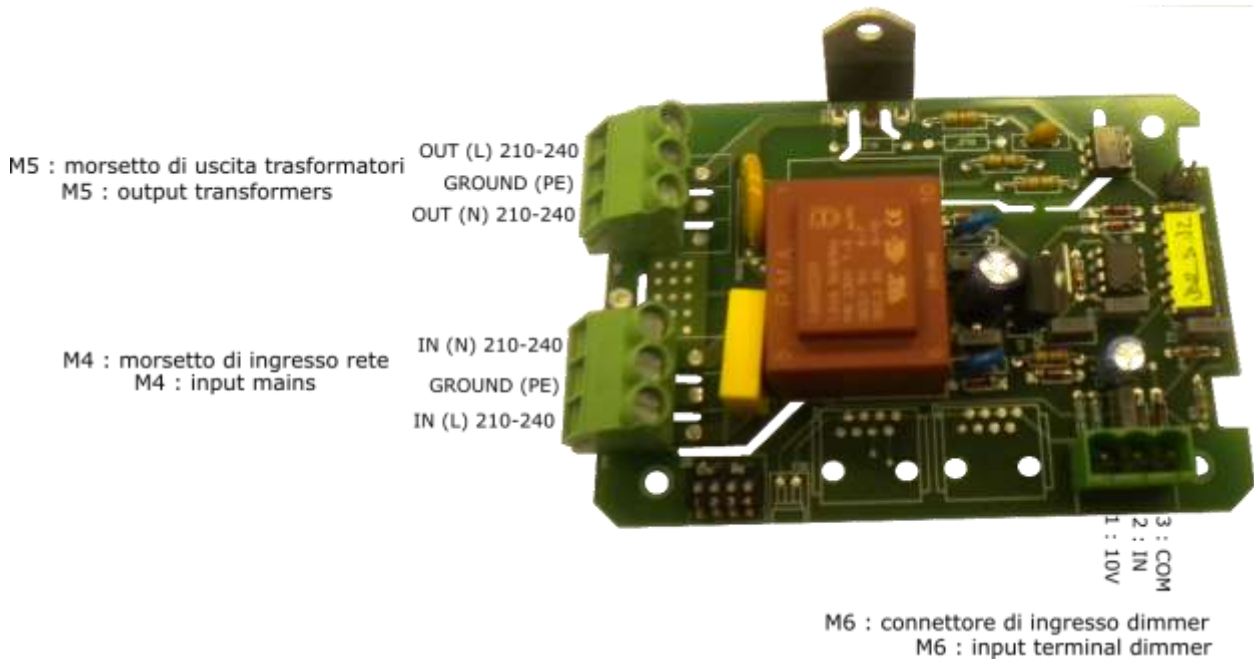
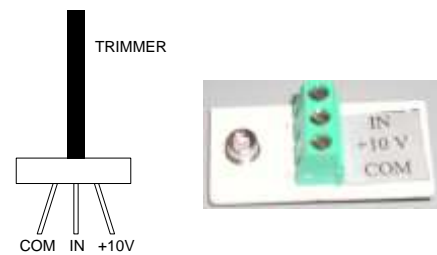

Fig.1 DIMMERBOX
Fig. 2 Potenziometro e crepuscolare / Potentiometer & Twilight switch
Modello Dimmerbox 10 A (fig. 1).
**Variazione della luminosità tramite crepuscolare Siet.** Collegare il crepuscolare ai morsetti +10V, In, Com del dimmerbox (fig. 1), rispettando le indicazioni poste sul morsetto del crepuscolare (fig. 2).
Dimmerbox Model 10 A (fig. 1).
Connect the twilight switch to the terminals 1, 2, 3 of Dimmerbox (see picture 1), following the instructions given on the twilight switch terminal (fig. 2).